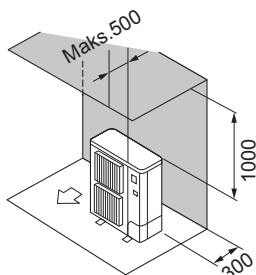

Fig. 2-4
- ② Kun forhindringer bagved og ovenover (Fig. 2-4)